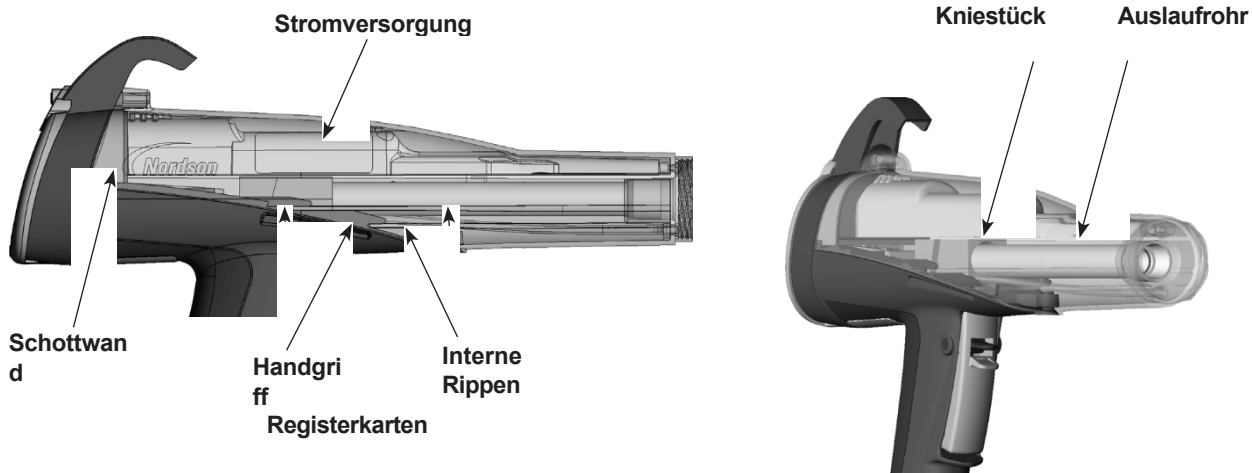

Abbildung 15
1. Siehe Abbildung 15. Richten Sie den Pistolenkörper mit dem Griff aus und schieben Sie sie zusammen, indem Sie die inneren Rippen des Pistolenkörpers mit den Griffzungen in Eingriff bringen.